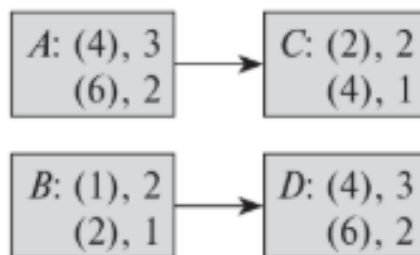

Рисунок 6. – к задаче 2
**Задача 2.** В проекте, представленном PDM-диаграммой, работы могут выполняться в двух режимах, характеризующихся продолжительностью и количеством возобновляемых ресурсов (рис. 6). Сформулируйте задачу целочисленного линейного программирования для нахождения минимальной продолжительности этого проекта при ограничении ресурсов до четырех в каждом периоде.